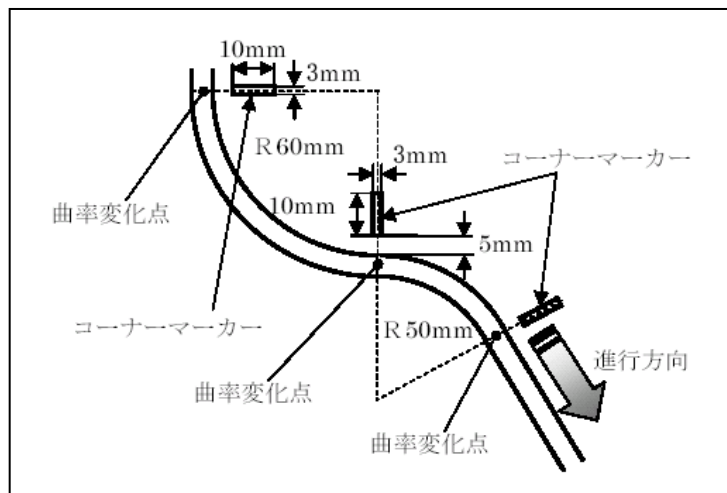

図6 コース円弧部分、コーナーマーカーの形状
4-6 コースの曲率が変化する地点には、進行方向左側の定められた位置（図6参照）にコーナーマーカーが白色で示されている。
3. コースは、曲率の変化する円弧が連続する場合もある。（図6参照）